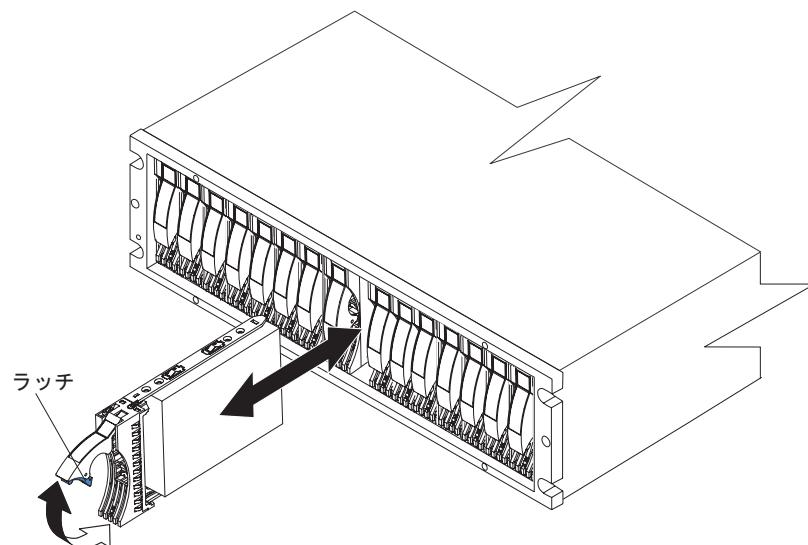

図 23. E-DDM の再取り付け
1. 図 23 に示すように、ハンドルを持ち上げて、トレイ・ハンドルのちょうどがいがストレージ・サブシステム・ベゼルの下のラッチに掛かるまで、E-DDM CRU を注意深く空のベイに押し込みます。